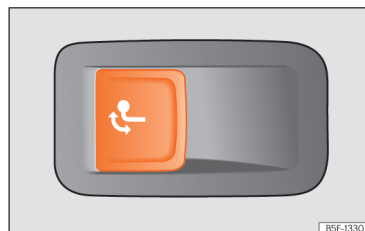

Abb. 197 Auf der linken Seite im Gepäckraum: Taste zur Entriegelung der Anhängerkupplung.
- Ziehen Sie kurz an der Taste »» (Abb. 197). Die Anhängerkupplung wird automatisch entriegelt und dreht selbsttätig heraus. Die Kontrollleuchte der Taste blinkt.
- Ziehen Sie kurz an der Taste »» (Abb. 197). Die Anhängerkupplung wird elektrisch entriegelt.
- Drücken Sie keinesfalls die Taste »» (Abb. 197), wenn ein Anhänger oder ein Gepäckträger oder anderes Zubehör auf der Anhängerkupplung eingehängt ist.